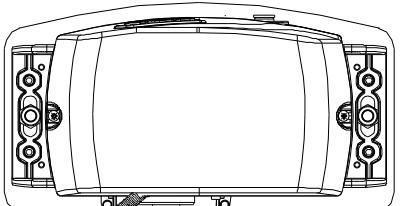
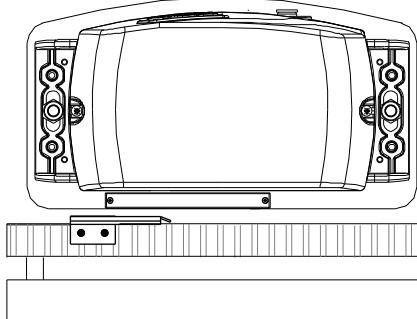
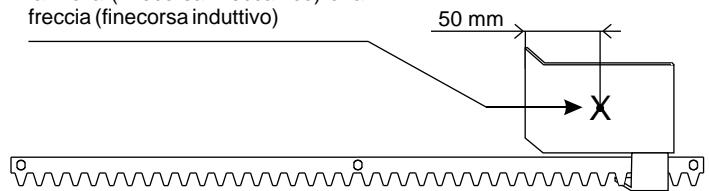

Fig. 14
Fig. 15
Fig. 16
- Posizionare la piastrina sulla cremagliera in modo da avere il finecorso (levetta in caso di finecorso meccanico (Fig. 14); frecette di indicazione poste nella parte superiore in caso di finecorso induttivo (Fig. 15)) in corrispondenza del punto X che si trova a 50 mm dal lato piegato della piastrina (fig. 16) e fissarla con le viti in dotazione (Fig. 17).
- Posizionare la piastrina sulla cremagliera in modo da avere il finecorso in corrispondenza del punto X che si trova a 50 mm dal lato piegato della piastrina (fig. 16) e fissarla con le viti in dotazione (Fig. 17).